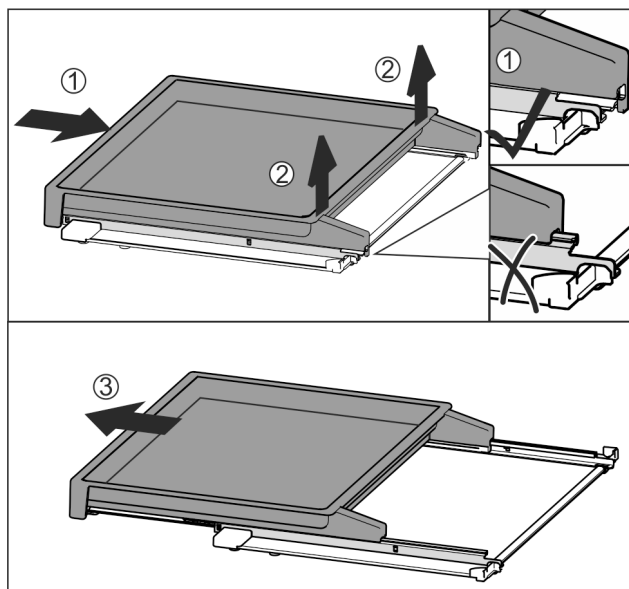

Fig. 108
- ▶ Vysouvací přihrádku zcela zasuňte Fig. 108 (1).
- ▶ Uvolněte západku na zadní straně Fig. 108 (2).
- ▶ Vysouvací přihrádku vyjměte směrem dopředu Fig. 108 (3).